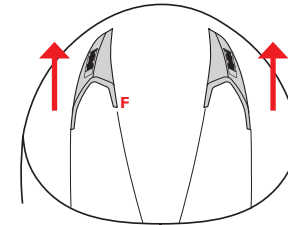

FIGURA 5
- Figura 5: Deslice los cursores hacia atrás para abrir completamente la toma de aire